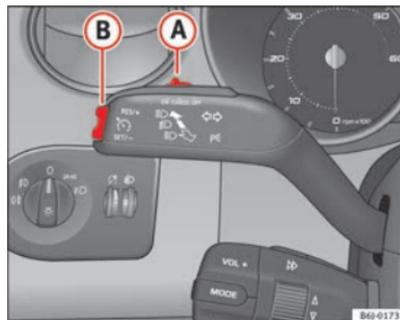

Fig. 119 Palanca de intermitentes y de luz de carretera: mando y tecla basculante para el regulador de velocidad
- Mueva el mando → fig. 119 **A** hacia la izquierda hasta la posición **ON**.